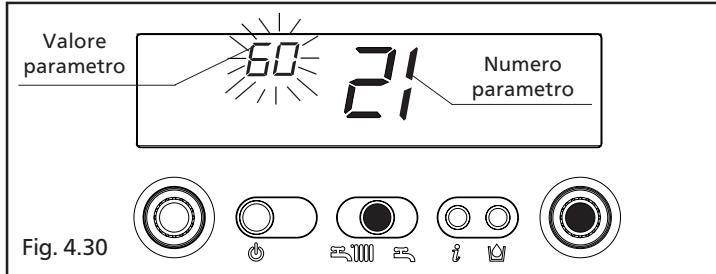

Fig. 4.30
- Alla pressione del tasto ENTER lampeggia il valore precedentemente impostato (fig. 4.30)
- Alla pressione del tasto ENTER i digit lampeggiano evidenziando il valore precedentemente impostato (fig. 4.30)